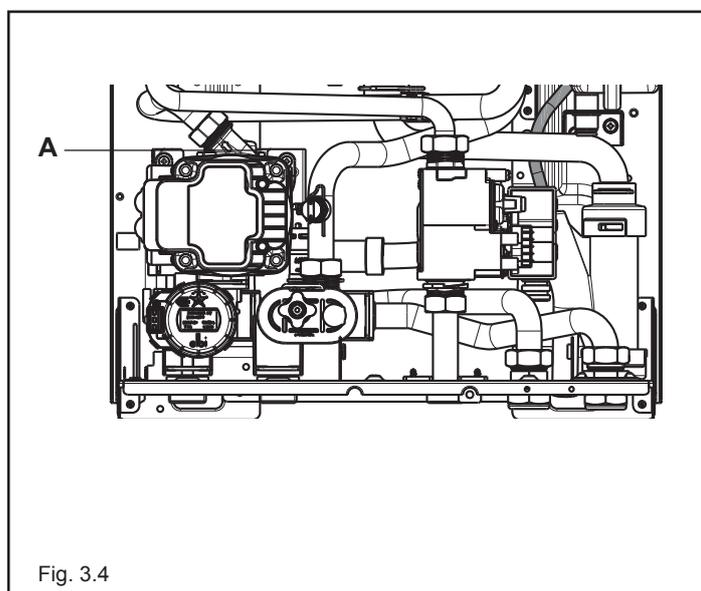

Fig. 3.4
1. Aprire di due o tre giri il tappo della valvola inferiore (A - fig. 3.4) di sfogo aria automatica e lasciarlo aperto.